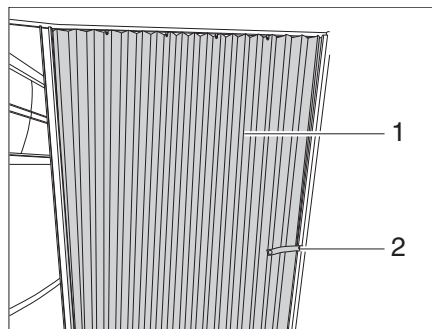

Bild 81 Förhänge
- Lossa säkerhetsbandet (Bild 81,2).
- Dra förhänget (Bild 81,1) till stängt läge.
- Dra förhänget (Bild 81,1) till öppet läge.
- Fäst förhänget med säkerhetsbandet (Bild 81,2).